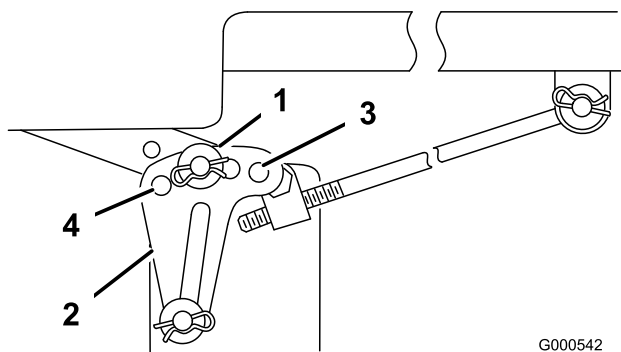

Figura 53
6. Retire el pasador y la arandela del soporte de nivelación (Figura 53).
7. Para nivelar la(s) cuchilla(s), vuelva a colocar el/los soporte(s) de nivelación en un taladro diferente y vuelva a colocar la arandela y el pasador (Figura 53). Los taladros delanteros bajan la altura de la cuchilla y los taladros posteriores elevan su altura. Ajuste ambos lados según sea necesario.